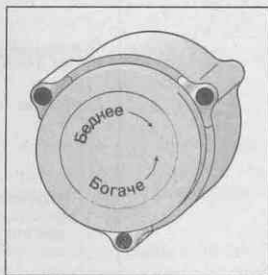

Рис. 13.16. Правильно установленная заслонка; для ее регулировки открутите три винта
Перед тем как заняться заслонкой, необходимо проверить спецификации вашей автоматической заслонки и убедиться в том, что она установлена правильно (соответствующая отметка на корпусе карбюратора располагается напротив индикатора на пластиковой крышке, показанной на рис. 13.16).
1. Ослабьте три винта, крепящие пластиковую крышку (см. рис. 13.16).
На крышке есть пометки "Lean" (Беднее) и "Rich" (Богаче), сопровождающиеся стрелками (см. рис. 13.16). Если в спецификации обозначено одно деление "Беднее" — это означает, что крышку необходимо вращать, пока первое деление со стороны "Беднее" не совместится с отметкой на корпусе карбюратора.